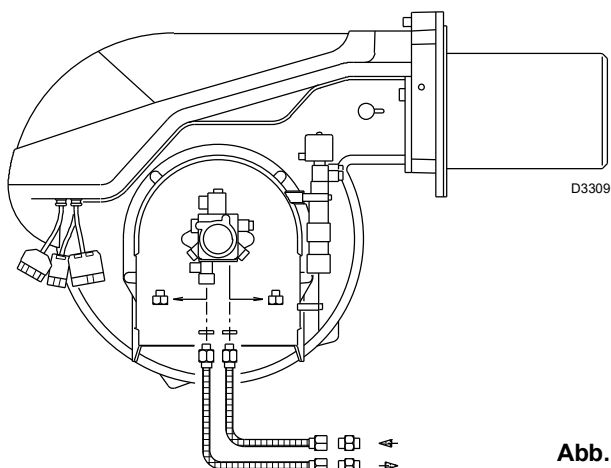

Abb. 17
6.2 Hydraulische Anschlüsse (Abb. 17)